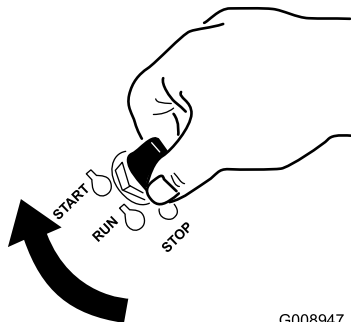

Bild 20
1. Drehen Sie den Zündschlüssel auf die START-Stellung (Bild 20).